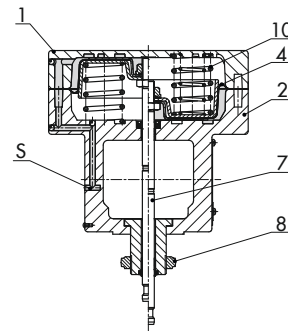

Bild 8: Typ 3277-5 für Direktanbau von Zubehör (120 cm2)
- **Typ 3277-5 · Antriebsfläche 120 cm2**, Gehäuse aus Aluminium-Druckguss für den Direktanbau von Zubehör (Bild 8), optional zusätzliche Handverstellung (Bild 5)